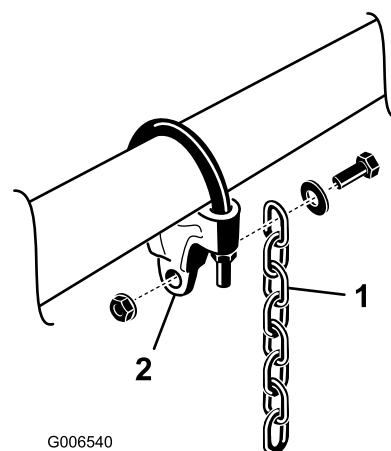

図 7
- 各昇降チェーンを、ねじとワッシャとナットで、図 7 のようにチェーンブラケットに取り付ける。